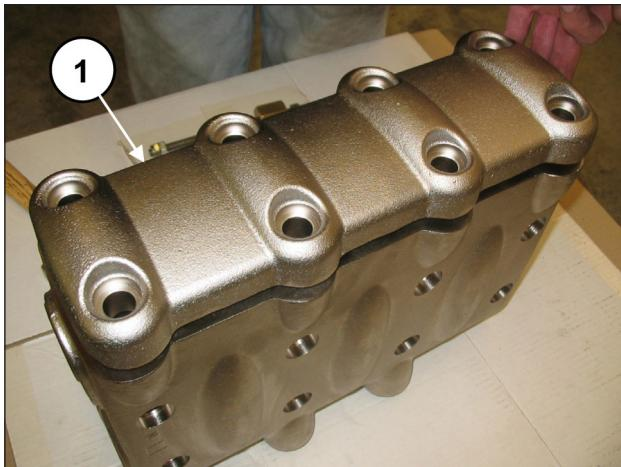

Abb. 105
Setzen Sie die Ventilkappe samt O-Ring und Stützring ein. Bringen Sie nach Montage der Ventilgruppen und Ventilkappen den Ventildeckel an (Pos. ①, Abb. 105) und ziehen Sie die 8 Schrauben M16x55 fest (Pos. ①, Abb. 106).